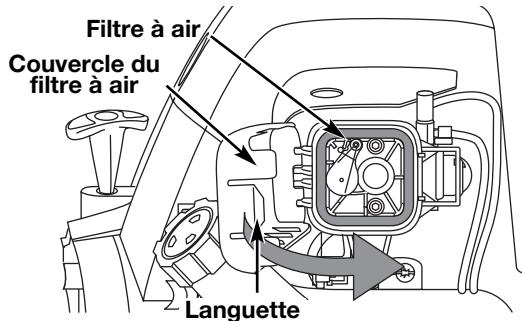

Fig. 32
- Pivotez le couvercle vers la droite jusqu'à ce que la languette du couvercle du filtre s'enfonce d'un déclic dans la plaque arrière (Fig. 32).